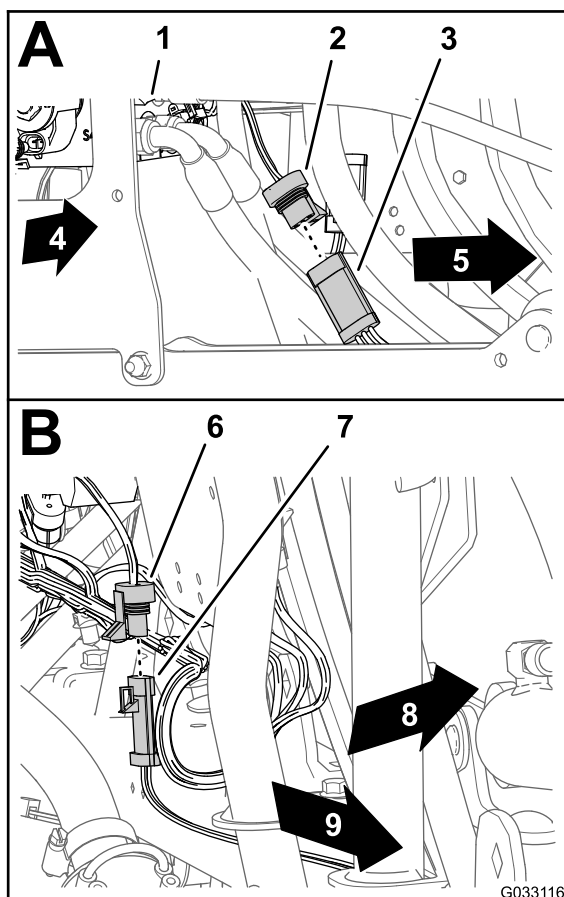

Figure 147
1. Branchez le connecteur à 3 douilles du faisceau de rampe sonore au connecteur à 3 broches du câble du capteur ultrasonique droit (A de la Figure 147).
2. Branchez le connecteur à 3 douilles du faisceau de rampe sonique au connecteur à 3 broches du câble du capteur ultrasonique gauche (B de la Figure 147).